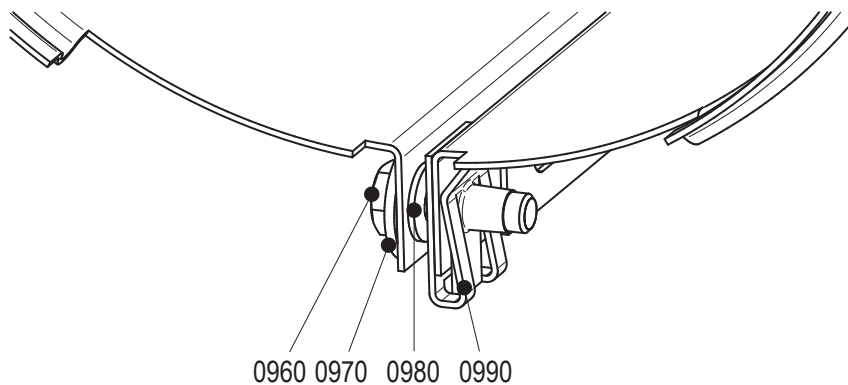

Abbildung10: Schutzhaube montieren.
- 1 Schrauben lösen (0960). Siehe Abbildung 10.
- 3 Schutzhaube schließen und Schraube (0960) anbringen. Siehe Abbildung 10.
- Schutzhaube schließen und Schraube (0960) anbringen. Siehe Abbildung 10.